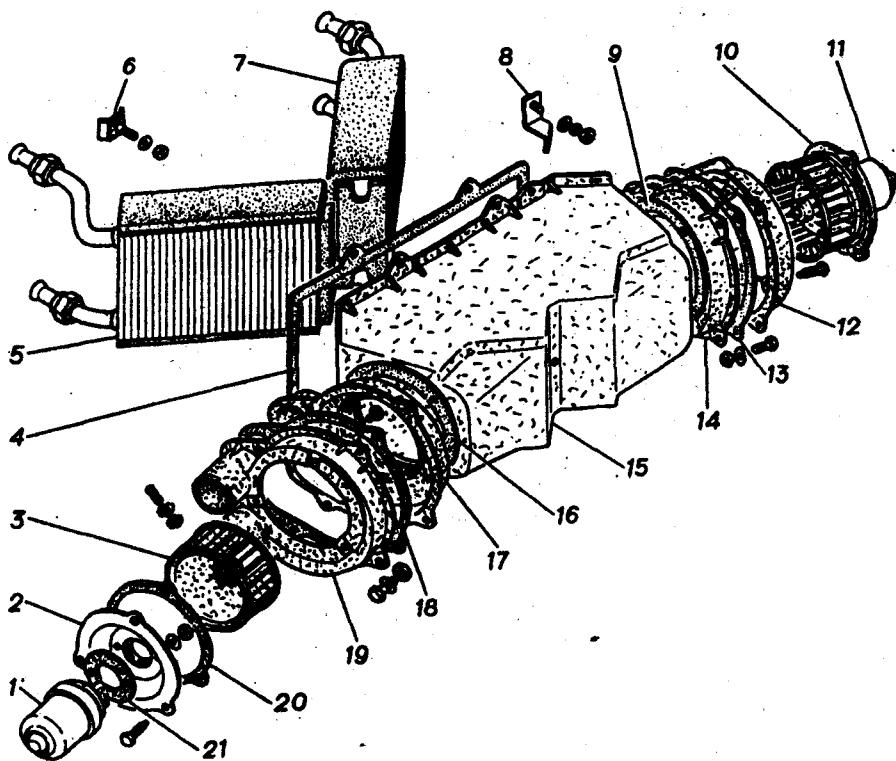

Рис. 151. Основной отопитель:
Основной отопитель (рис. 151) обеспечивает отопление кабины воздухом, нагреваемым в двух, соединенных параллельно, радиаторах отопителя. Радиаторы установлены в пластмассовом кожухе, который крепится к кожуху воздухозаборника, и соединены с системой смазки двигателя. Горячее масло из системы смазки поступает через кран, установленный в масляном фильтре, по трубопроводам в радиаторы отопителя; пройдя через радиаторы масло сливаются в масляный картер двигателя.
4. Отсоединить электродвигатели 1 и 11 (рис. 151) вентиляторов от пучка проводов.